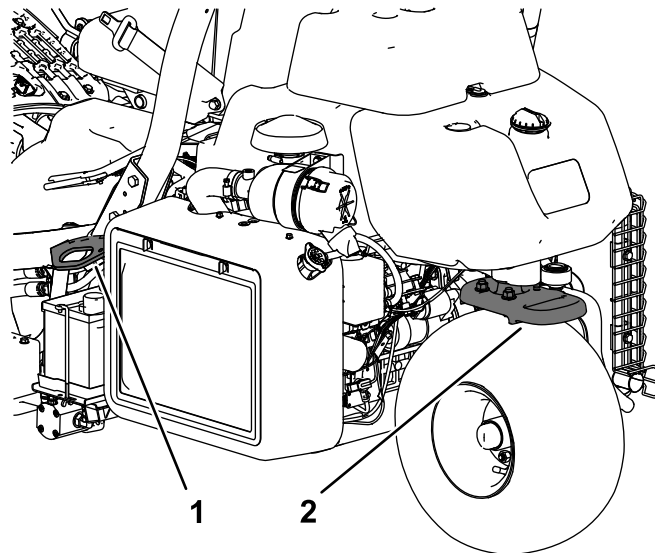

Figure 27
- Arrimez solidement la machine au moyen de sangles, chaînes, câbles ou cordes. Les sangles avant et arrière doivent être dirigées vers le bas et l'extérieur de la machine (Figure 27).